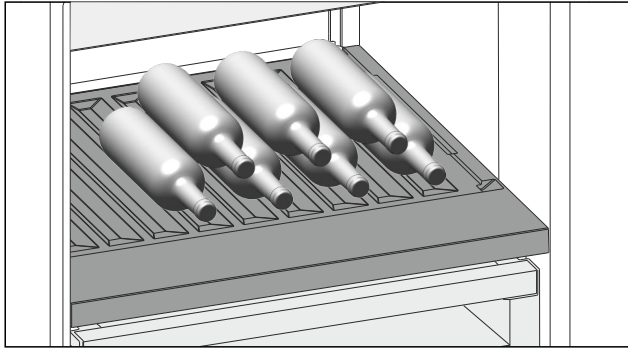

Fig. 117
- Inserire le bottiglie con il fondo rivolto verso la parte posteriore. (vedere Fig. 117)